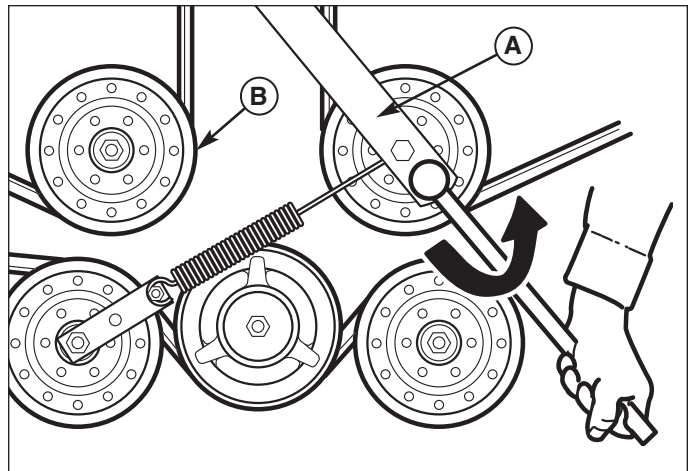

Figura 40. Banda del PTO de la podadora
3. Utilice una barra distribuidora de 1/2", coloque el extremo cuadrado en el orificio, también cuadrado, que se encuentra al extremo del brazo tensor (A, Figura 40). Gire cuidadosamente la barra a la izquierda; esto liberará la tensión en la banda, ejercida desde el brazo tensor.
6. Instale la banda de tracción en la polea del PTO, las poleas del huso y todas las poleas tensoras, excepto en la polea estacionaria (B, Figura 40). Gire cuidadosamente la barra distribuidora a la izquierda e instale la banda en la polea tensora estacionaria (B). Libere cuidadosamente la tensión sobre la barra distribuidora.